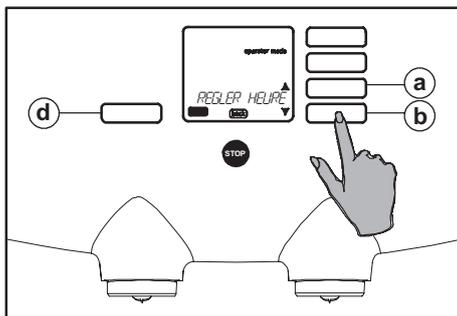

Fig. 56 Sélection du réglage de l'heure
15. Avec les boutons de défilement \updownarrow , sélectionnez l'option "RÉGLER HEURE", (fig. 56 a ou b).